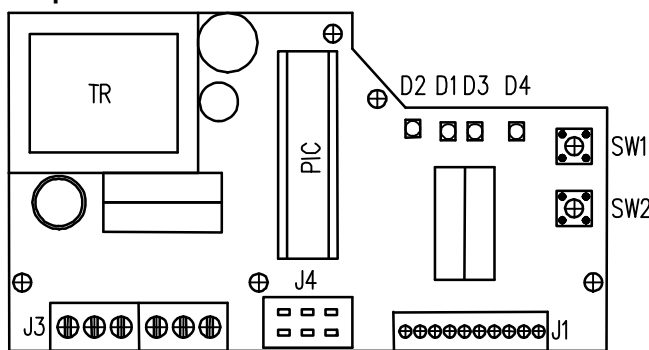

Рис. 13
4.8 Настройка регулятора положения (Рис.13)
Размещение устанавливающих и сигнализирующих элементов на доске регулятора REGADA находится на **рис.13**: